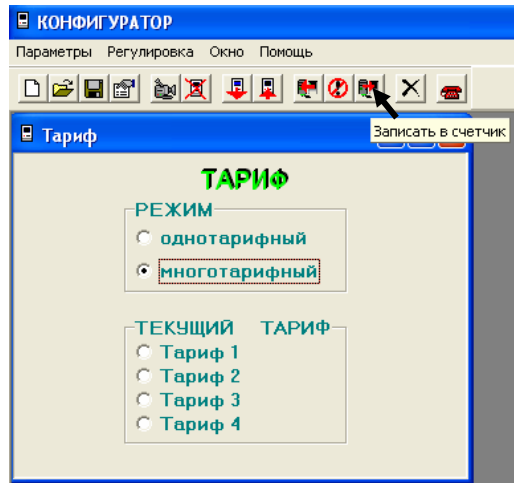

Рис.14
2. нажать кнопку «Записать в счётчик» (рис.14).